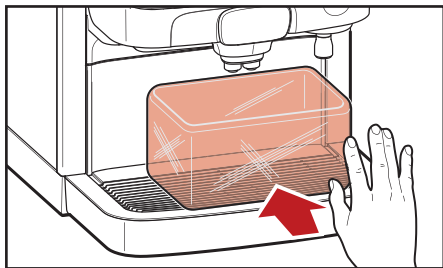

図5.5 - 容器をセットする
7. ドリンクと給湯口の下に容器を置きます (図 5.5)。